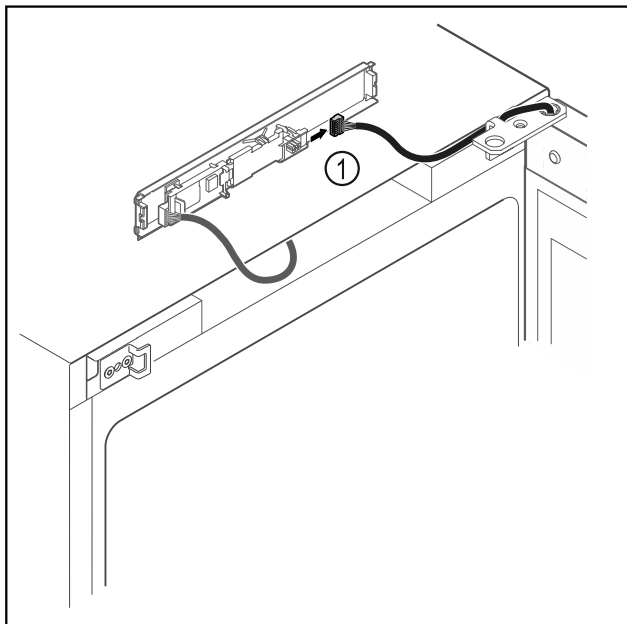

Fig. 20
- ▶ Odpojte zástrčku Fig. 20 (1) z dosky plošných spojov.